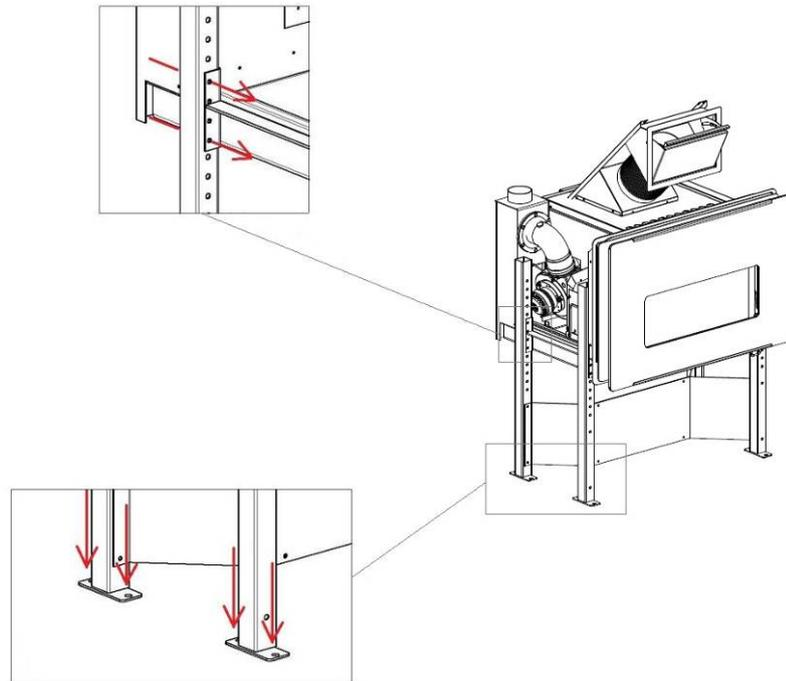

Fig 25 - Posizioni per il fissaggio
- Fissare le gambe al pavimento e portare lo scheletro dell'inserto all'altezza desiderata mediante regolazione delle gambe (H 55÷660 mm) e poi bloccarlo con le viti nelle apposite guide (vedi foto **Fig 25 a pag. 22**).